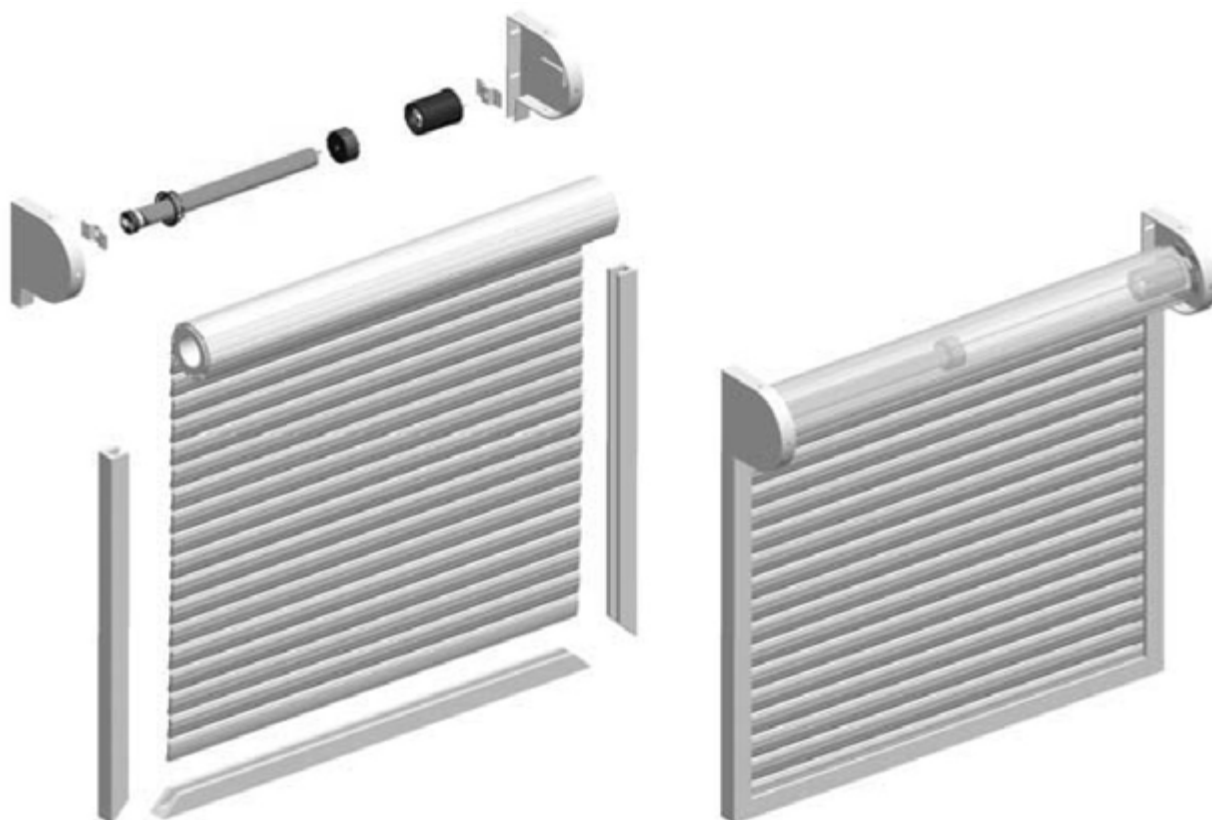

Fig. 1
- 2- Controllare che gli adattatori, "corona conta giri" + "puleggia di traino" siano corrispondenti al rullo che si desidera utilizzare, evitare di apportare modifiche o utilizzare attrezzi o arnesi che ne pregiudichino l'isperimento al rullo. Il motoriduttore è predisposto con adattatori per tubo ottagonale da 60 mm (EV15/35: 40mm), ed è fornito di staffa a muro (Fig. 1).
- 2- Ensure that the adapters, "rpm counter wheel" + "drive pulley" correspond to the roller to be used. Avoid making modifications or using tools or equipment that may impair insertion of the roller. The gearmotor is designed for adapters for octagonal tubes of 60 mm (EV15/35: 40mm), and is supplied with a wall-bracket (Fig. 1).
- Le motoréducteur est conçu pour être utilisé avec des adaptateurs pour tuyau octogonal de 60 mm (EV15/35: 40mm) et est fourni avec un étrier mural (Fig. 1).
- Der Antrieb ist mit Achtkant-Adaptern von 60 mm (EV15/35: 40mm) ausgestattet und wird mit Wandbefestigungsbügel geliefert (Abb. 1).
- 2- Controlar que los adaptadores, "corona cuentagiros" + "polea de tracción" sean adecuados al rodillo que se desea utilizar; evitar de efectuar modificaciones o de utilizar utensilios que perjudiquen la inserción del rodillo. El motorreductor tiene adaptadores para tubo octagonal de 60 mm (EV15/35: 40mm), y está provisto de soporte de pared (Fig. 1).
- O motorreductor está equipado com adaptadores para tubo octogonal de 60 mm (EV15/35: 40mm), e é fornecido com suporte de parede (Fig. 1).